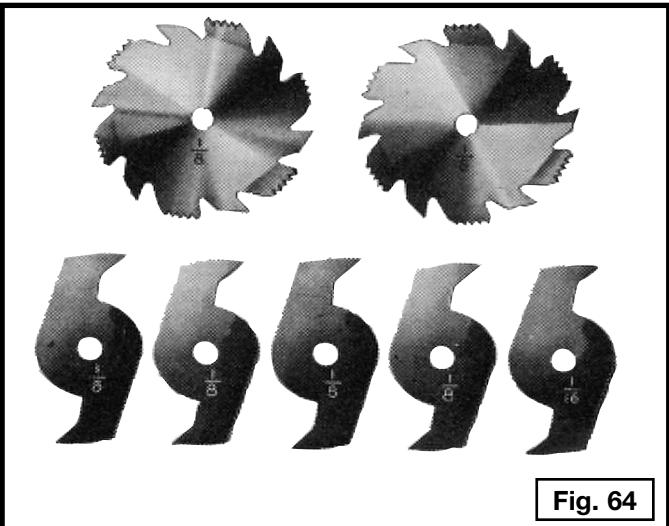
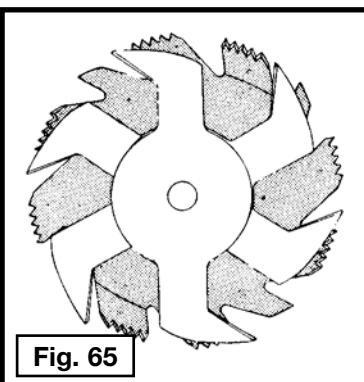
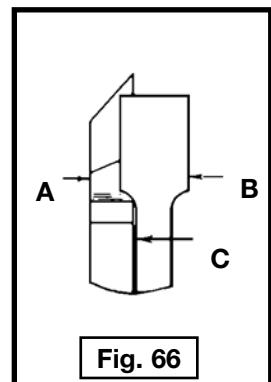

Fig. 64
Fig. 65
Fig. 66
Cuando corte transversalmente un número de piezas de la misma longitud, puede fijar un bloque de madera (B) a la guía y utilizarlo como un calibrador de corte (Fig. 66). El bloque (B) debe tener un espesor de al menos 19 mm (3/4") para evitar que la pieza cortada se trabe entre la hoja y la guía al retirarla de la hoja de la sierra. Es importante que este bloque de madera siempre esté ubicado delante de la hoja de la sierra como se muestra en la ilustración. Una vez determinada la longitud del corte, asegure la guía y utilice el calibrador de inglete para introducir el trabajo en el corte..
▲ADVERTENCIA Cuando utilice el bloque (B), Fig. 66 como calibrador de corte, es muy importante que el extremo posterior del bloque esté ubicado de modo que libere la pieza de trabajo antes que ésta entre en contacto con la hoja.
ADVERTENCIA: Debe realizar su propio inserto para banco (placa para ranuras) para usar con cortes de ranuras. El inserto para banco estándar no funcionará con cortadores de ranuras. Cortar ranuras consiste en realizar un rebajo o surco ancho en la pieza de trabajo. La mayoría de los juegos de cabezales para ranuras están compuestos de dos sierras externas y cuatro o cinco cuchillas internas, (Fig. 64). Se utilizan diversas combinaciones de sierras y cuchillas para cortar ranuras desde 3,17 mm (1/8") hasta 20,63 mm (13/16") para la instalación de estantes y la realización de uniones, espigas, ranuras, etc. Las cuchillas son muy dentadas y deben estar dispuestas de tal modo que Los dientes no se golpeen entre sí durante la rotación. La parte pesada de las cuchillas debe caer dentro de los pasos de las sierras externas, como muestra la Fig. 65. La superposición de la sierra y la cuchilla se distingue en la Fig. 66, siendo (A) la sierra externa, (B) una cuchilla interna y (C) una arandela o arandelas de papel, usadas según sea necesario para controlar el ancho exacto de la ranura. Para cortar una ranura de 6,35 mm (1/4") se utilizan dos sierras externas. Los dientes de las sierras deben estar ubicados de manera que el rastillador de una sierra quede junto a los dientes de corte de la otra sierra.